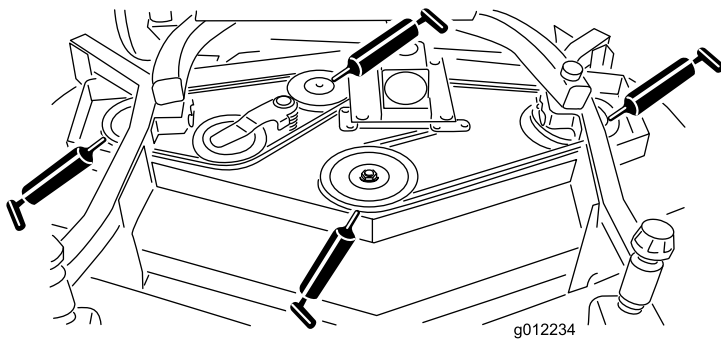

Figura 21
- Cuscinetti (3) dell'asse del perno (situati sotto la puleggia) (Figura 21)
- Cuscinetti dell'asse della leva di rinvio (Figura 21)